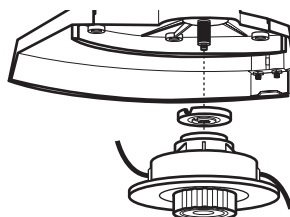

Fig. 29
- > Tournez le butoir du dévidoir dans le sens des aiguilles d'une montre [34] (Fig. 29).